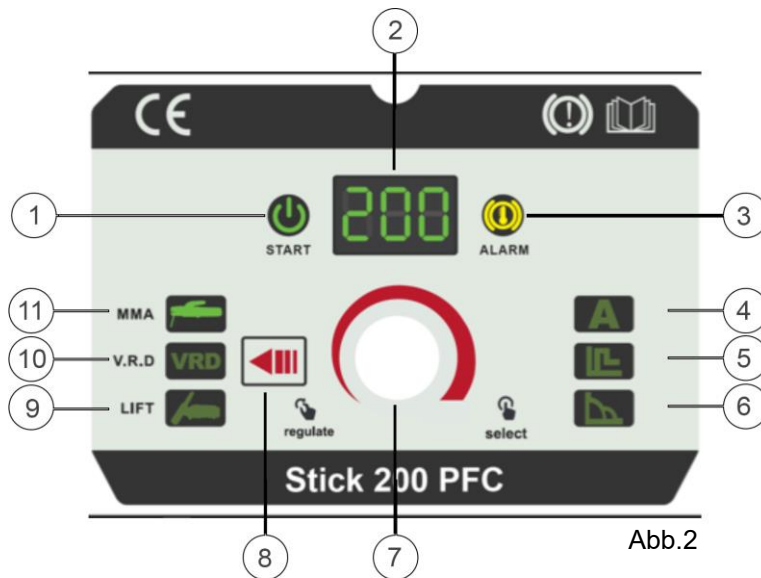

Abb.2
- Wählen Sie das gewünschte Schweißverfahren mit dem Modus Auswahltaster "8" (Abb.2)
Modus: MMA (Abb.2, 11), für das Verschweißen von Stabelektroden.
Modus: V.R.D. (Abb.2, 10), für das Verschweißen von Stabelektroden, Schweißen mit Reduzierter Ausgangsspannung für Spezielle Gefahrenbereiche.
Modus: WIG Lift (Abb.2 11), WIG DC Funktion mit Kontaktzündung.
- Einstellen des Schweißstromes: nach Auswahl des Schweißverfahrens leuchtet die Anzeige "4" (Abb.2) bzw. drücken Sie den N-Koder "7" (Abb.2) bis die LED Anzeige "4" (Abb.2) leuchtet.
Durch Drehen des N-Koder "7" (Abb.2) kann der Schweißstrom stufenlos eingestellt werden, der eingestellte Schweißstrom wird im Display "2" (Abb.2) angezeigt.
- HotStart: Die Einstellung HotStart ist im MMA und V.R.D. Modus möglich, dies ermöglicht ein leichteres Zünden der Elektrode. Drücken Sie den N-Koder "7" (Abb.2) bis die LED HotStart "5" (Abb.2) leuchtet, durch Drehen des N-Koder "7" (Abb.2) kann der Wert eingestellt werden. (Wert 0 = HotStart aus, Wert 10 = Höchstwert)
- ArcForce: Die Einstellung ArcForce ist im MMA und V.R.D. Modus möglich, dieses Funktion dient zur Optimierung des Lichtbogens. Bei zu enger Annäherung an das Werkstück wird der Schweißstrom automatisch erhöht und die Tropfenbildung beschleunigt, um das Klebenbleiben der Elektrode durch Kurzschluss zu verhindern. Drücken Sie den N-Koder "7" (Abb.2) bis die LED ArcForce "6" (Abb.2) leuchtet, durch Drehen des N-Koder "7" (Abb.2) kann der Wert eingestellt werden, der Wert wird im Display "2" (Abb.2) angezeigt. (Wert 0 = ArcForce aus, Wert 10 = Höchstwert)